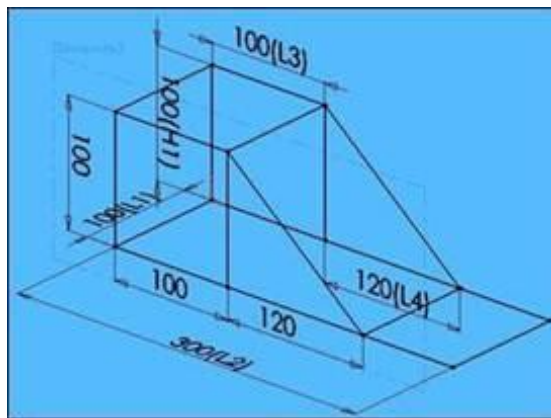

Рисунок 7.4 – Готовий
7. Проведіть горизонтальні лінії, що з'єднують ескізи площини «Front» і Площини 3 (рис. 7.4).